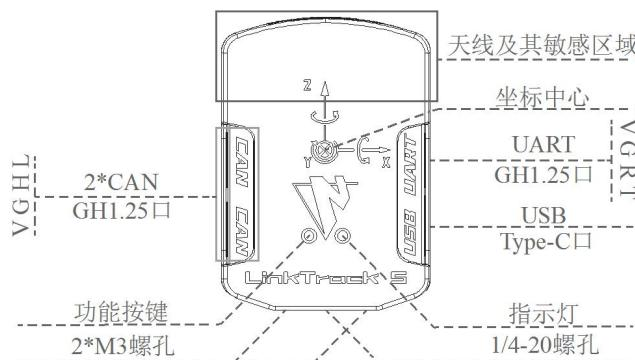
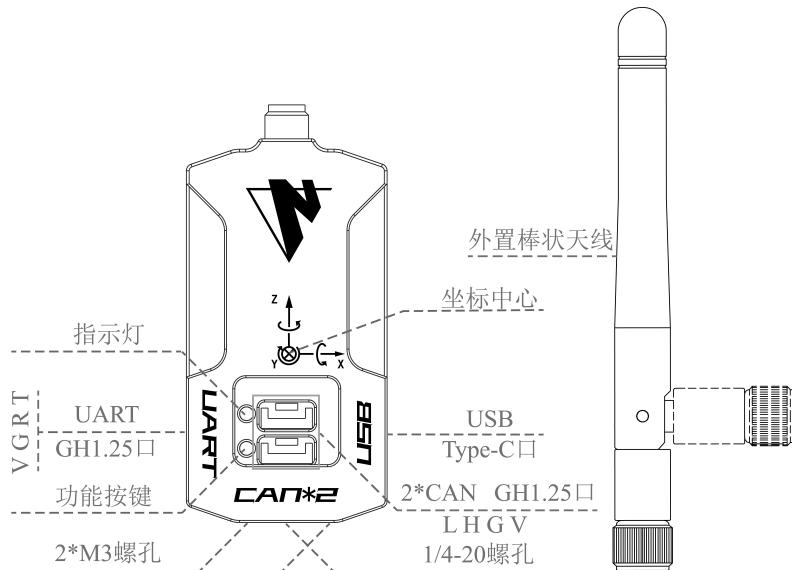

图 2: LinkTrack S 构造示意图
图 3: LinkTrack P 构造示意图
**【通信接口】** LinkTrack 包含三种通信接口，分别为 UART、USB、CAN。在图 2 与图 3 中：